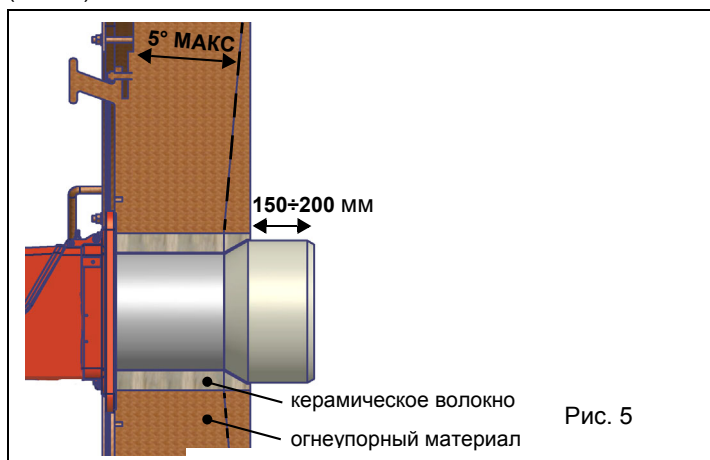
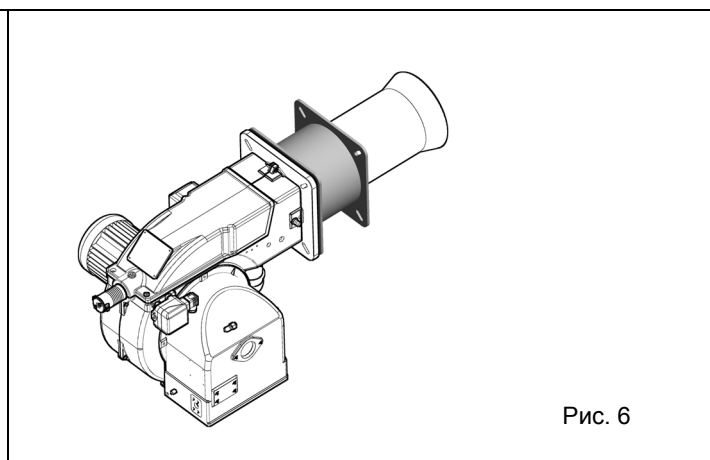
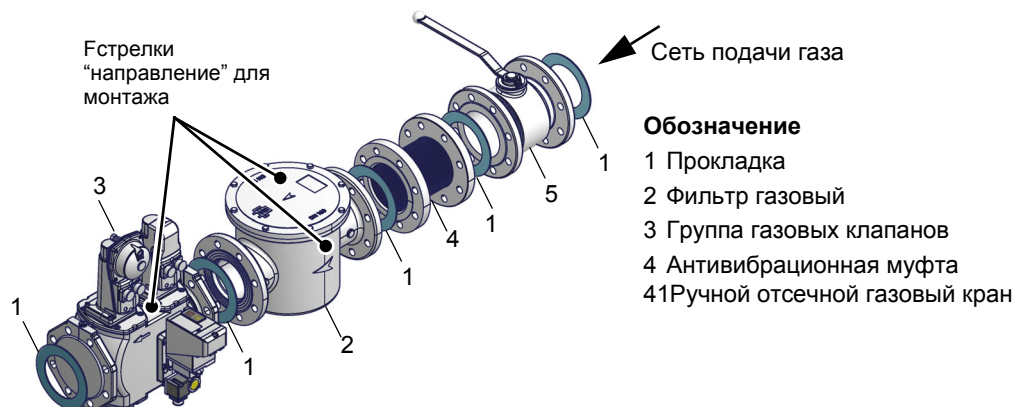

Рис. 5
Рис. 6
Рис. 7 - Пример газовой рампы
Горелки, описанные в данной инструкции, испытывались на камерах сгорания, соответствующих норме EN676, размеры которых указаны на диаграммах. В случае, если горелка должна быть установлена на котел с камерой сгорания меньшего диаметра или меньшей длины, указанных на диаграмме, свяжитесь с заводом-изготовителем, чтобы установить возможность монтажа горелки на таком котле. Чтобы правильно установить горелку на котел, необходимо проверить тип сопла. Кроме того, проверить, что требуемая мощность и давление в камере сгорания попадают в рабочий диапазон. В противном случае необходимо проконсультироваться на Заводе-изготовителе для пересмотра выбора горелки. Для подбора длины сопла, необходимо воспользоваться следующим правилом, даже если оно расходится с рекомендациями производителя котельного оборудования. Трёхходовые котлы (с первым поворотом газов в задней части): сопло должно входить в камеру сгорания примерно на 150÷200 мм (Рис. 5). Длина сопел не всегда соответствует этому требованию, поэтому, возможно, потребуется применить распорную деталь подходящего размера, которая потребуется для того, чтобы отодвинуть горелку назад с тем, чтобы получить требуемый размер сопла (Рис. 6).
3. Затянуть винты А, В, С и D (Рис. 5 - Рис. 6), соблюдая дистанции монтажа (Рис. 7);